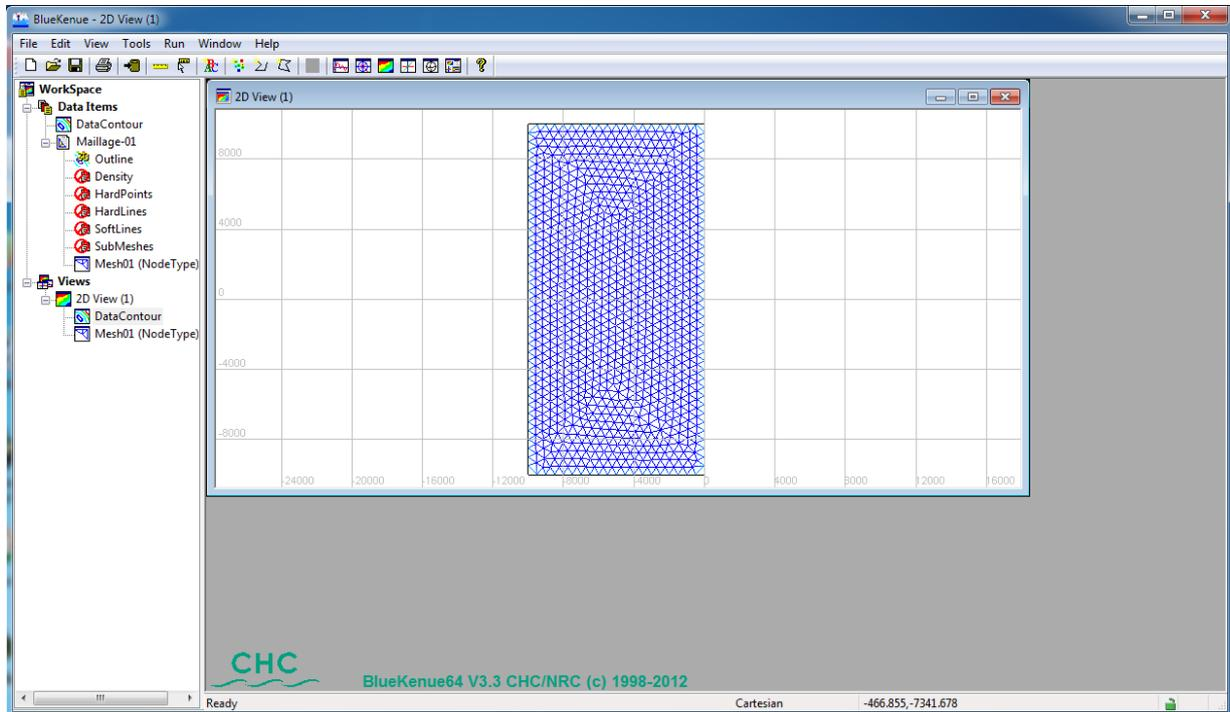

FIGURE 1.3 – Maillage plan de la zone d'étude
- Pour le visualiser (Fig.1.3), glissez-déposez *Mesh01* sur *2D View(1)*.
- Une fois l'objet *Mesh01* sélectionné dans l'arborescence *2D View*, on peut en cliquant droit avec la souris, l'enlever de l'affichage par **REMOVE**, ou le rendre visible ou non à l'intérieur de la fenêtre par **VISIBLE**. (Les mêmes effets peuvent aussi se faire en double-cliquant sur l'objet maillage, lui-même visible dans la fenêtre *2D View (1)*, puis en